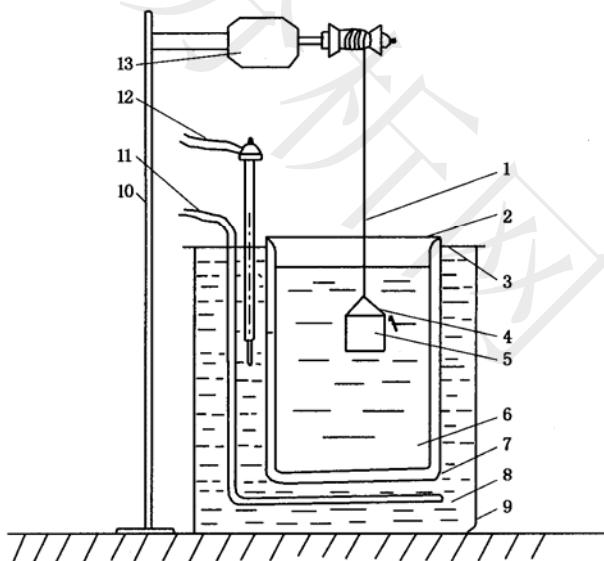

图 2
10.1.3 提升器：提升速度约为 100mm/min，见图 2。